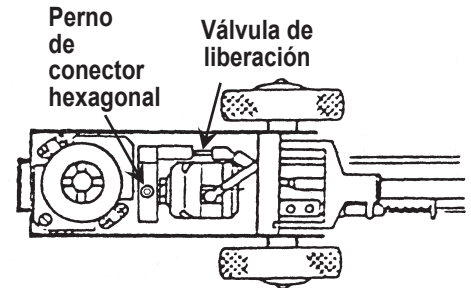

Figura 2
2. Afloje el perno de conector hexagonal al darle medio giro. Consulte la Figura 2.